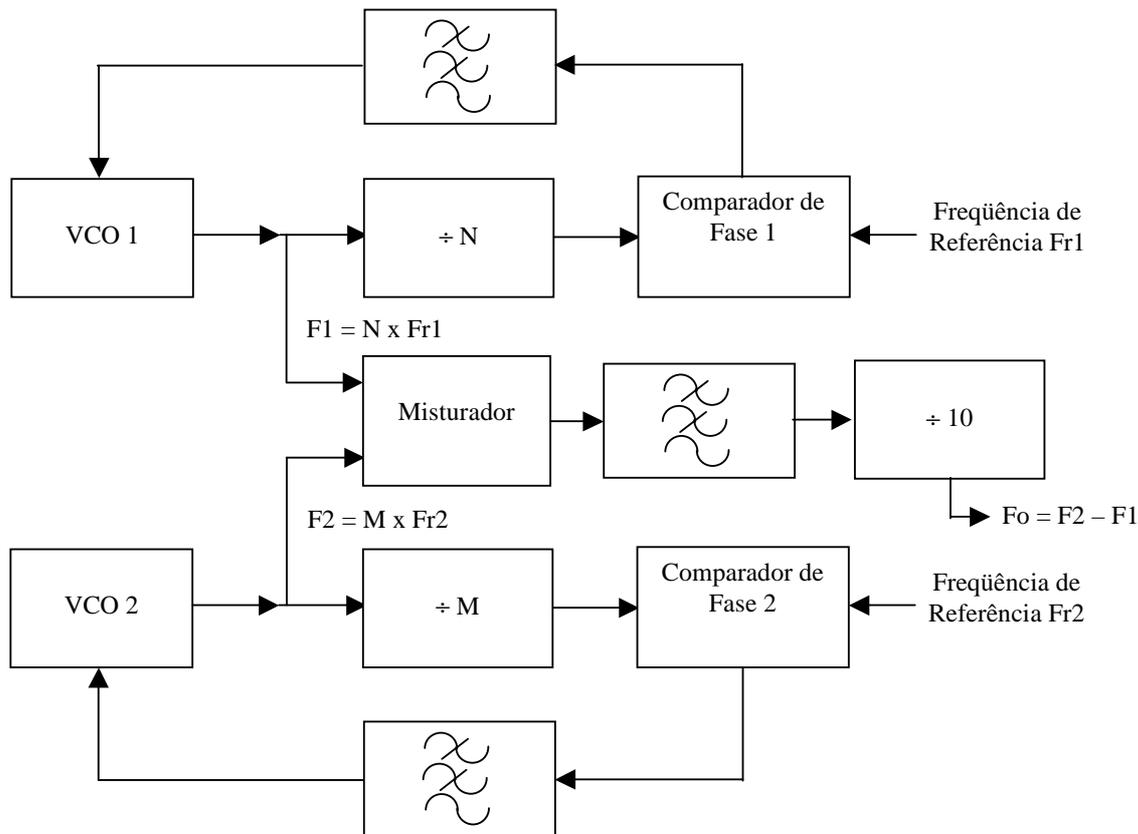

Figura 2
O diagrama em blocos do sistema com o novo algoritmo é apresentado na Figura 2. Para se conseguirem tempos de 'lock' curtos e baixo ruído na saída, é necessário que se use frequências de referência substancialmente altas. Se pusermos $Fr1 = 99,9\text{kHz}$ e $Fr2 = 100\text{kHz}$ na Figura 2, podemos reescrever a equação (I) como: